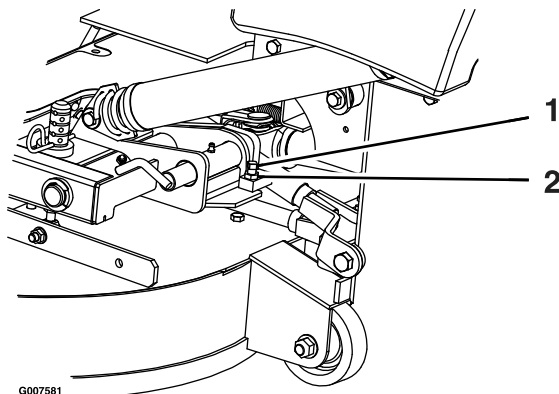

Figura 82
2. Slăbiți contrapiulița și rotiți urubul de oprire în sensul acelor de ceasornic, până când tiftul de blocare este strâns și nu poate fi rotit manual (Figura 82).